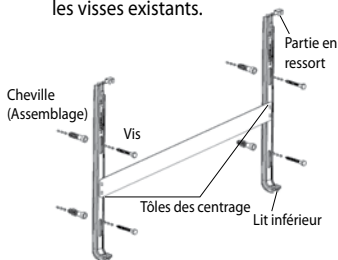

Figure 5. Crochets de suspendeurs
2. Pour que le câble de liaison du Convecteur Panneaux Electrique ne soit pas forcé et tiré Il faut bien déterminer la distance par rapport à la prise. Une fois que la place est déterminée pour cela les emplacements des trous nécessaires pour le montage sont marqués conformément aux dimensions mentionnées dans la figure 5. Pour cette opération les crochets de suspendeurs dont le croquis est fourni dans la figure 3 peuvent être utilisés comme modèle. Pour le marquage les crochets de suspendeurs sont appuyés sur le mur et les emplacements des trous qui vont être vissés sont marqués avec un crayon à travers l'ouverture des trous ovales se trouvant sur les crochets de suspendeurs de manière à ce que le convecteur soit placé (de préférence) au moins à une hauteur de 100 mm. Pour que l'appareil fonctionne d'une manière effective les dimensions minimales déterminées pour la partie inférieure, pour la partie supérieure et pour les cotés doivent être prises en considération.